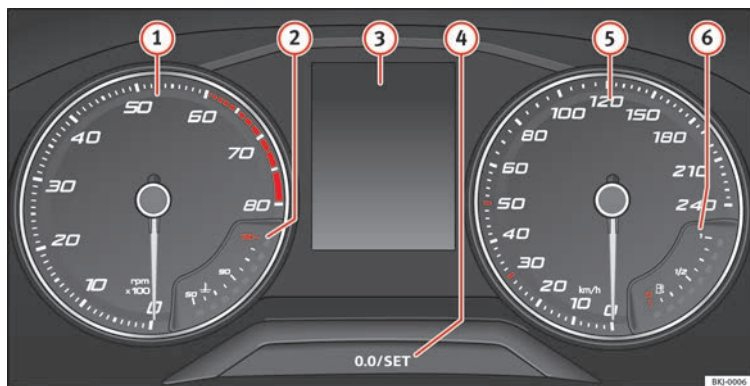

Fig. 125 Quadro strumenti nel cruscotto.
Il contagiri indica il numero di giri del motore al minuto » **fig. 125 ①**.
La lancetta del contagiri » **fig. 125 ①** dovrebbe rimanere il meno possibile nel settore
All'accensione del quadro strumenti, sul display » **fig. 125 ③** vengono visualizzate informazioni differenti, a seconda dell'equipaggiamento del veicolo:
- Premere brevemente il pulsante » **fig. 125 ④** per riportare il contachilometri parziale a 0.
- Mantenendo premuto il pulsante **④** per circa 3 secondi verrà visualizzato il valore precedente.
- Per regolare l'orologio, mantenere premuto il pulsante **» fig. 125 4** per più di 3 secondi per selezionare l'indicatore delle ore o dei minuti.
Mantenere premuto il pulsante **» fig. 125 4** per più di 15 secondi per visualizzare le lettere distintive del motore (MKB) del veicolo. A tal fine, l'accensione deve essere inserita e il motore spento.